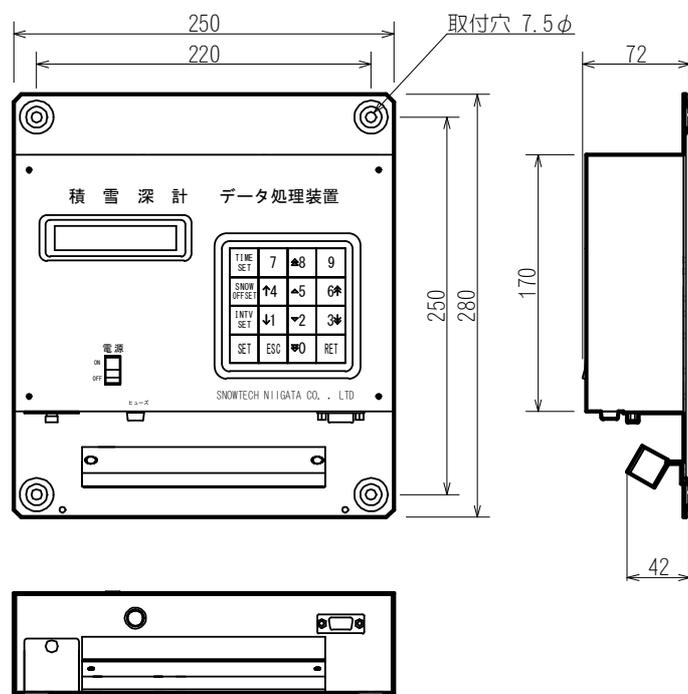

図 4
(2) データ処理装置
- ① 屋内仕様ですので、屋外に設置する場合は必ず屋外BOX（市販品）を用意して、その中に収納してください。
- ② 屋内に設置する場合は、壁面に設置するか、机の上に設置してください。机上的場合は、落下しないような処置をしてご使用ください。
- ③ 屋外BOX、壁面等に取付ける場合は、図4の寸法を参考に取付けてください。